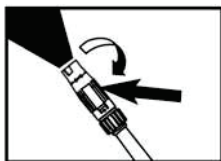

Рис.2
-Для расширения струи, удерживайте заднюю часть форсунки, затем поверните переднюю часть форсунки по часовой стрелке (**рис. 2**);
ВНИМАНИЕ! Для очистки поверхностей автомобиля установите широкую струю распыления (**рис. 2**)